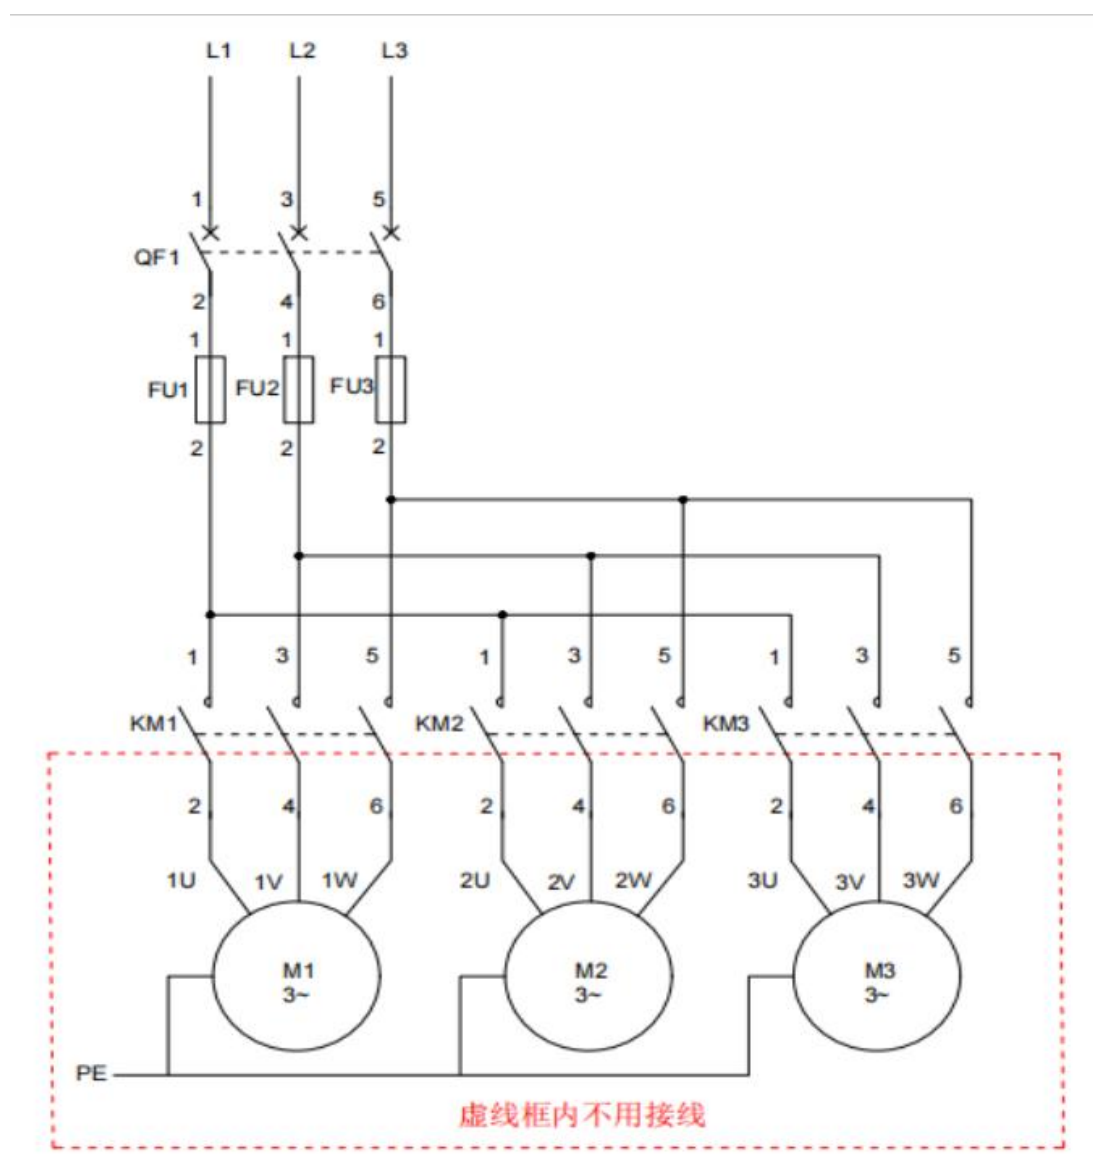
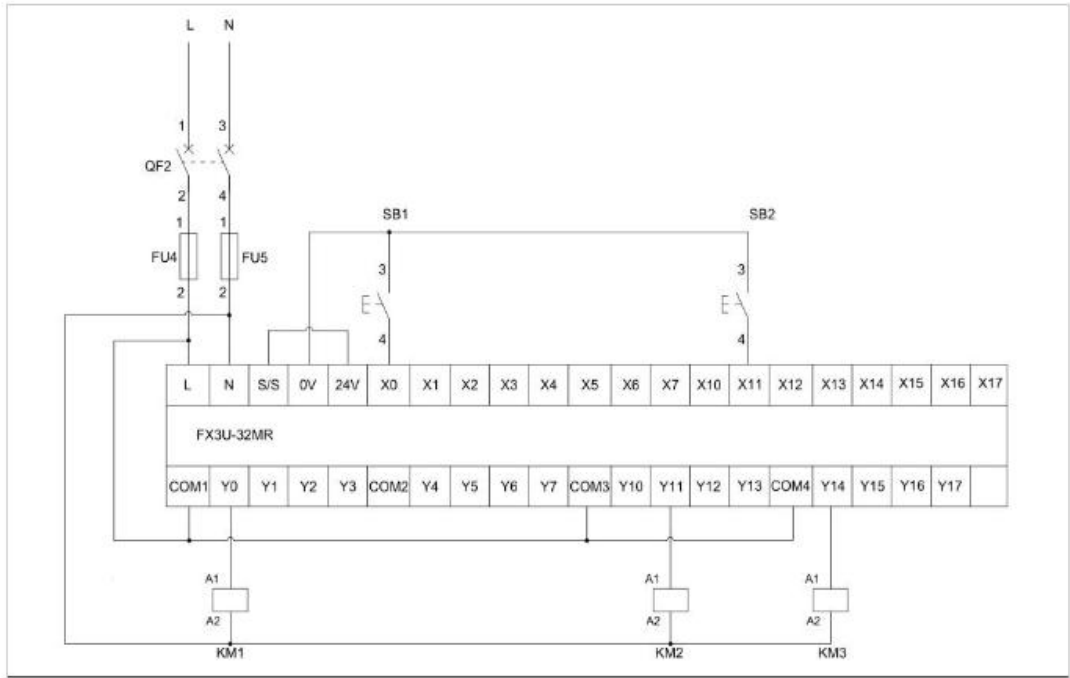

图1 降温风机电气控制系统主电路图
图2 降温风机PLC控制系统电路图
考生根据控制系统主电路图(如图 1 所示)、控制电路图(如图 2 所示)和 I/O 分配表(如表 1 所示)完成接线。
(2)图 1 中虚线框内线路不接。